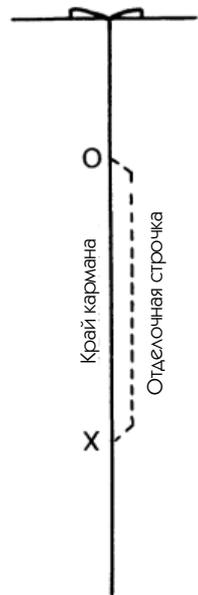

Рис. 572
6. Если предусмотрена отделочная строчка, выполните ее в зависимости от модели по краю кармана, в котором будет зажат таким образом край мешковины (рис. 572).